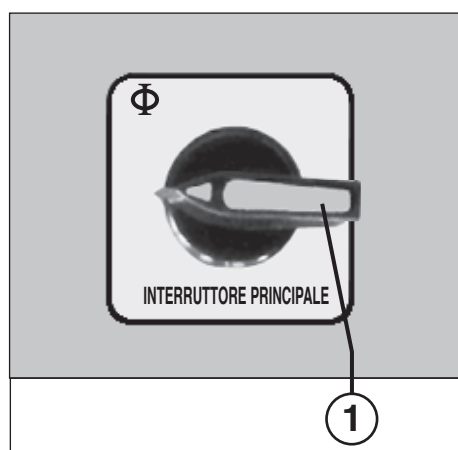

Fig. 1
ELEMENTI DI COMANDO (fig. 1, 2 e 3):
- 1 = Interruttore principale (arresto d'emergenza) (fig. 1)**